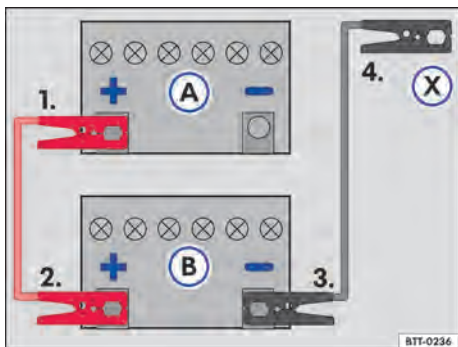

Fig. 177 Esquema para a conexão dos cabos auxiliares de partida: bateria do veículo descarregada (A) e bateria do veículo fornecedora de corrente (B).
Legenda para → Fig. 177:
- Conectar uma extremidade do cabo auxiliar de partida *vermelho* ao polo positivo → Fig. 177 + do veículo com a bateria do veículo descarregada ③ → ⚠.
- Conectar a outra extremidade do cabo auxiliar de partida *vermelho* ao polo positivo + da bateria do veículo fornecedora de corrente ④.
- Conectar uma extremidade do cabo auxiliar de partida *preto* ao polo negativo - da bateria do veículo fornecedora de corrente ⑤.
- Conectar a outra extremidade do cabo auxiliar de partida *preto* X no veículo com a bateria do veículo descarregada em uma peça maciça de metal aparafusada firmemente ao bloco do motor ou no próprio bloco do motor - porém não nas proximidades da bateria ⑥ → ⚠.